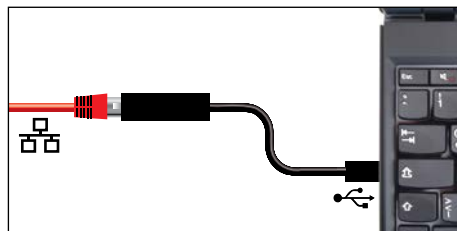

fig. 8 Convertidor Ethernet–USB
- ▶ Convertidor Ethernet–USB (fig. 8). Esta pieza permite conectar la conexión de red del equipo (véase la página 12) con la conexión USB de un PC/ordenador portátil.